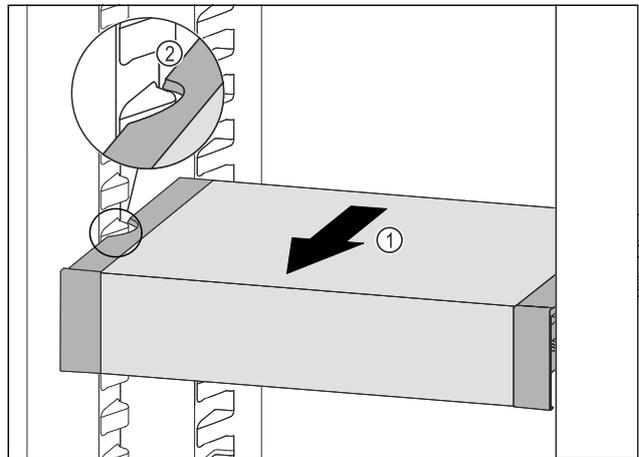

Fig. 58
- ▶ VarioSafe nach vorne ziehen Fig. 58 (1), bis sich die seitlichen Aussparungen des VarioSafes auf Höhe der Behälterrippe im Kühlteil befinden. Fig. 58 (2)